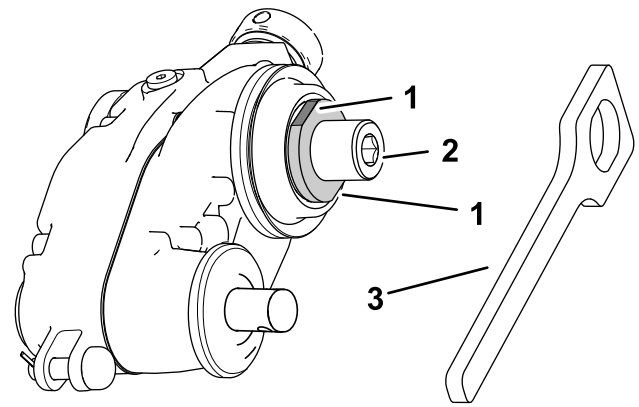

Figura 11
**Nota:** Al apretar el adaptador de molinete y el eje de la caja de transmisión, sujete el eje de la caja de transmisión con una llave sobre las caras planas de la llave en la parte interior de la caja de transmisión del groomer (Figura 11).